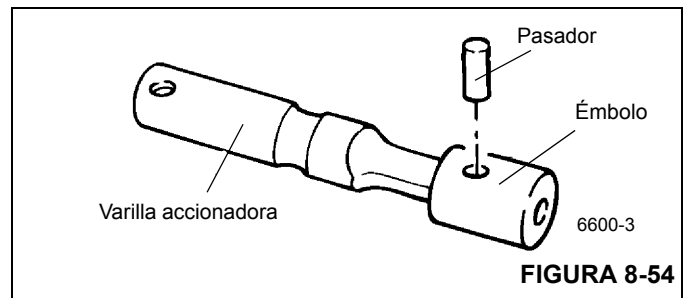

FIGURA 8-54
6. Si es necesario, retire el pasador de la varilla y del émbolo (Figura 8-54).